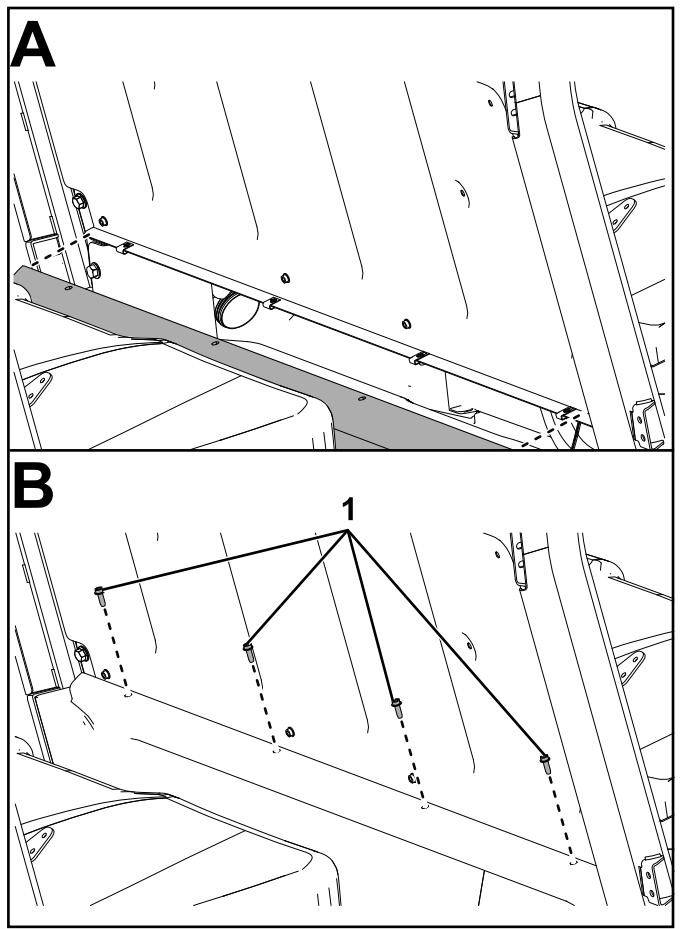

図 50
23. フットウェルに中間シートプレートとクリップ1/4"4個を取り付ける六角ワッシャヘッドボルト1/4 x 3/4"4本を使用して図50のように取り付ける。